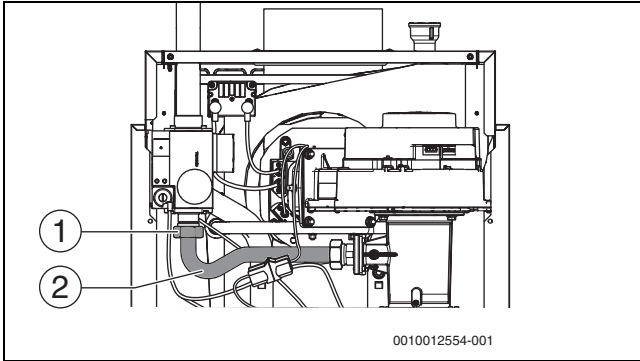

Bild 39 Überwurfmutter mit Gasrohr
- ▶ Überwurfmutter (→ Bild 39, [1]) des Gasrohres (→ Bild 39, [2]) lösen.